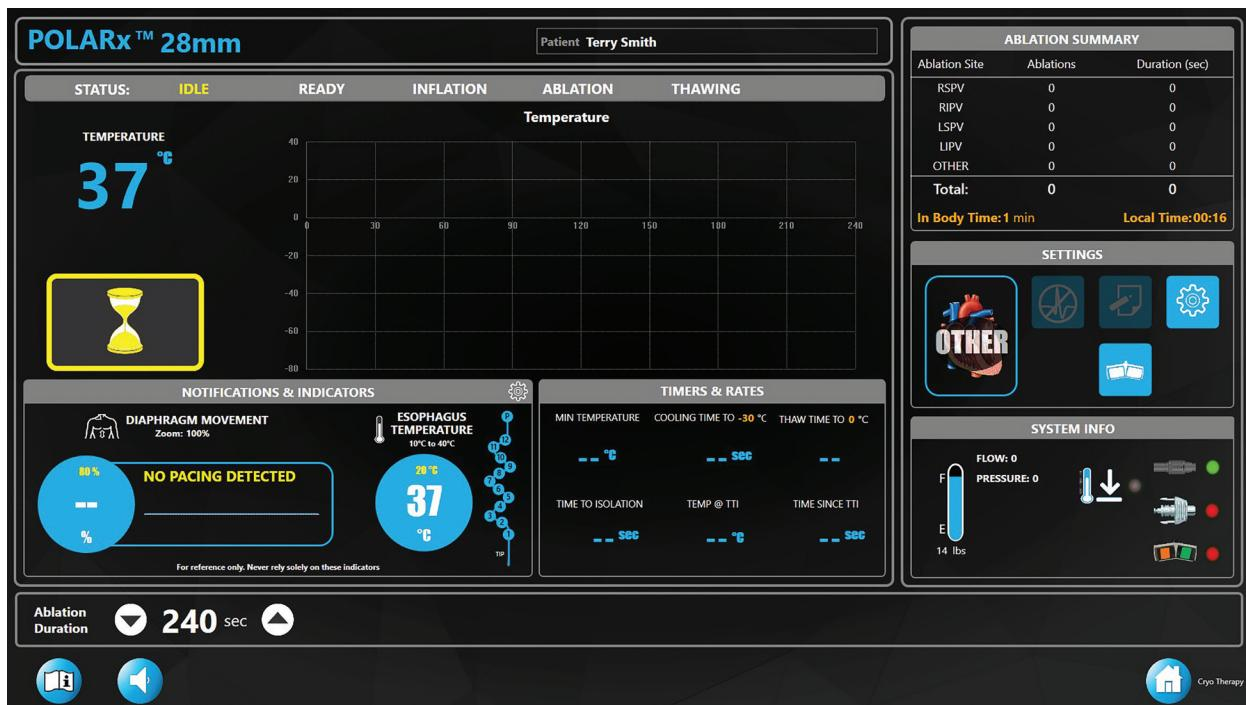

Figura 9. Sonda de Temperatura Esofágica CIRCA™ S-CATH
- Se utilizar uma Sonda de Temperatura Esofágica CIRCA™ S-CATH, com ou sem uma sonda de temperatura série 400, uma imagem da Sonda de Temepratura Esofágica CIRCA™ S-CATH será automaticamente apresentada (Figura 9). Uma Sonda de Temperatura Esofágica CIRCA™ S-CATH típica tem 12 sensores com alguns modelos incluindo um sensor proximal.
- A **Esophagus Temperature** (Temperatura esofágica) será sempre a temperatura mais baixa medida de todos os sensores. O sensor com a temperatura mais baixa também estará realçado a azul. À medida que a temperatura desce nas áreas afetadas, apenas os sensores com a temperatura mais baixa serão realçados (consulte a Figura 10). Tenha em atenção que é possível que mais do que um sensor tenha a mesma temperatura que na Figura 9.